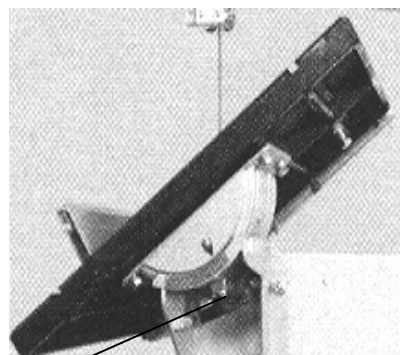

Рисунок 13.
- Закрутите зажимную гайку (**1** рис. 13.) с барашком на радиусных салазках.